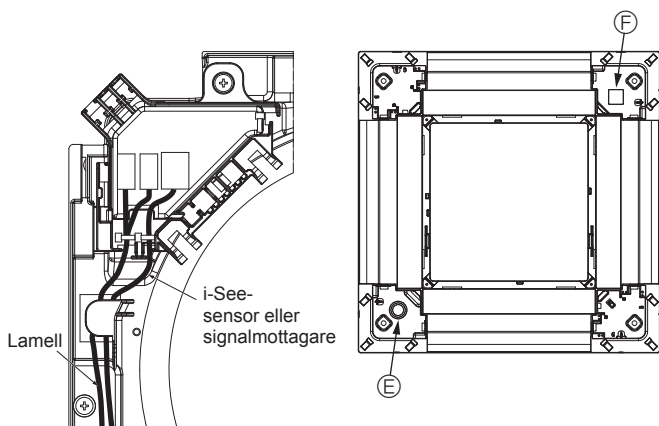

Fig. 5-14
- Dra i-See-sensorns och signalmottagarens ledningar som visas i Fig. 5-14.